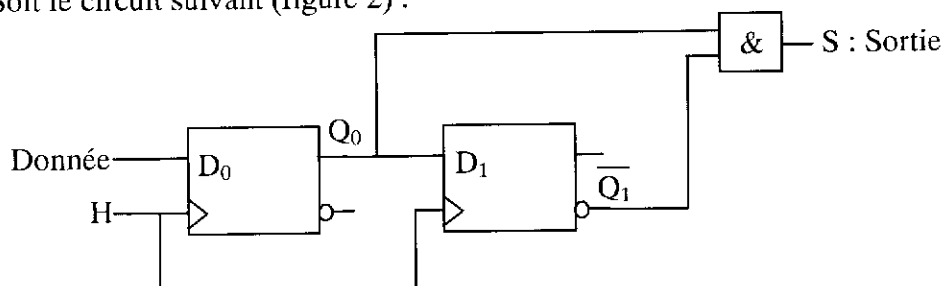

Figure 2
3) Soit le circuit suivant (figure 2) :